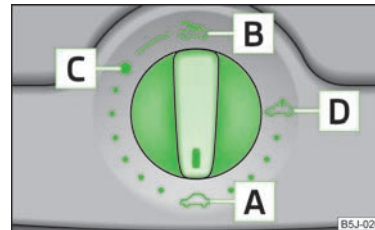

Abb. 19
Das Schiebe-/Ausstelldach wird mit dem Drehschalter » Abb. 19 bedient und funktioniert nur bei eingeschalteter Zündung. Der Drehschalter hat mehrere Stellungen.
- Den Schalter in Stellung **C** » Abb. 19 drehen.
› Den Schalter in Stellung **A** » Abb. 19 drehen.
Das Schiebe-/Ausstelldach ist mit einer Kraftbegrenzung ausgestattet. Wenn ein Hindernis (z. B. Eis) das Schließen verhindert, stoppt das Schiebe-/Ausstelldach und öffnet vollständig. Das Schiebe-/Ausstelldach kann ohne Kraftbegrenzung vollständig geschlossen werden, wenn der Schalter in Stellung **A** » Abb. 19 vorn so lange gedrückt wird, bis das Schiebe-/Ausstelldach vollständig geschlossen ist » **!**.
Nach jeder Notbetätigung (mit dem Innensechskantschlüssel) muss das Schiebe-/Ausstelldach in die Grundstellung gebracht werden. Deshalb muss der Drehschalter in die Schalterstellung **A** gebracht » Abb. 19 und etwa 10 Sekunden lang vorn gedrückt werden.